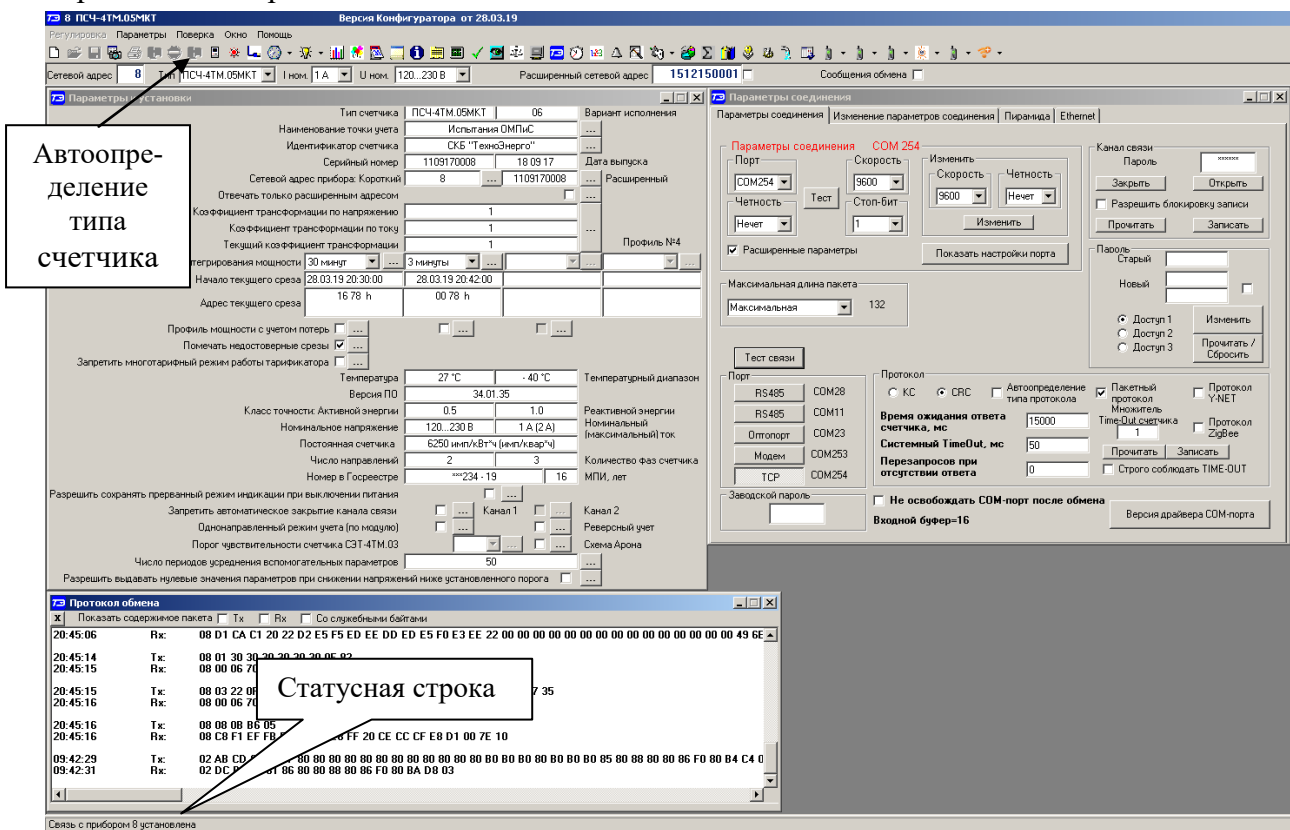

Рисунок 1 - Генеральная форма программы «Конфигуратор СЭТ-4ТМ»
7.2 Вызов формы производится или из меню «Параметры» или путем нажатия кнопки «Автоопределение типа счетчика», расположенной на панели инструментов генеральной формы (рисунок 1). При этом определяется тип счетчика, заполняются информационные окна «Тип счетчика», «Ином», «Уном» генеральной формы и вызывается форма «Параметры и установки», вид которой приведен на рисунке 4.